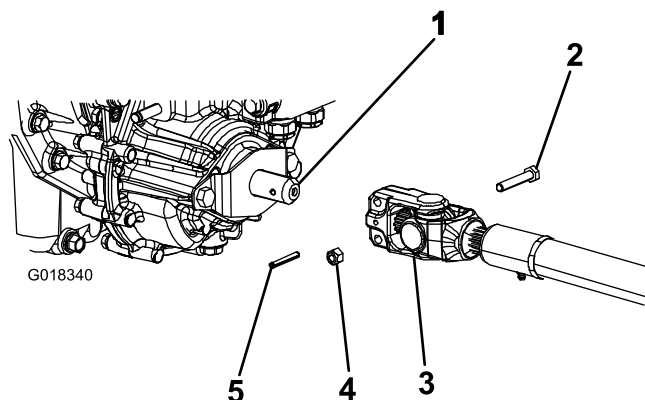

Figura 4
3. Posicione o veio da transmissão da tomada de força por baixo da parte frontal da máquina. Certifique-se de que a culatra do veio de deslize do veio propulsor está posicionada na direção do veio da transmissão (Figura 4)